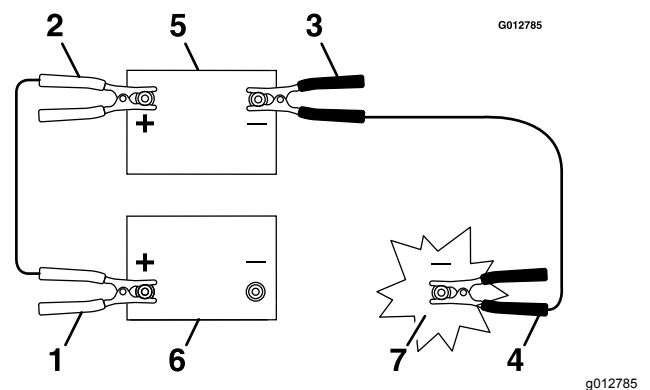

Figura 57
3. Conecte el cable positivo (+) al borne positivo (+) de la batería descargada que está conectado al motor de arranque o al solenoide, según se indica en Figura 57.